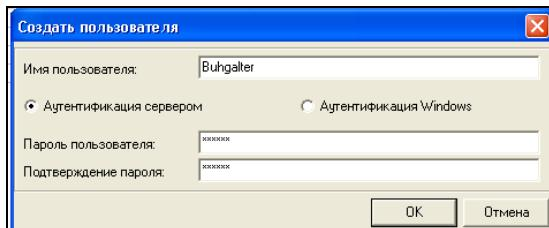

Рис. 323
*Изменить пароль пользователя...* (кнопка  на панели инструментов или команда главного меню *Документ Изменить пароль пользователя*) - команда выводит окно изменения пароля, представленное на Рис. 323.